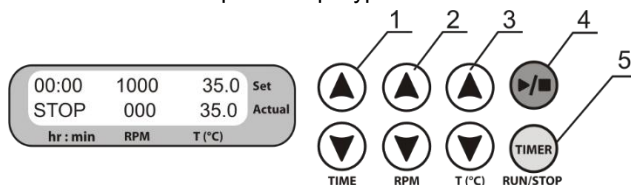

Рисунок 3. Панель управления
5.5.1. **Установка времени (TIME).** С помощью соответствующих кнопок ▼ и ▲ TIME (рис. 3/1), установите необходимый интервал времени в часах и минутах (шаг 1 мин.).
5.5.2. **Установка скорости (RPM).** С помощью соответствующих кнопок ▼ и ▲ RPM (рис. 3/2), установите необходимую скорость (шаг 10 об/мин).
5.5.3. **Установка температуры (T, °C).** С помощью соответствующих кнопок ▼ и ▲ T (°C) (рис. 3/3), установите необходимую температуру (шаг 0,1°C).
5.6.2. Нажмите кнопку ►/■ **RUN/STOP** (рис. 3/4). При этом начинается движение платформы и таймер начнет отсчет установленного интервала времени (с точностью до 1 мин.).
5.8. При необходимости, можно перезапустить таймер во время его работы. Для этого дважды нажмите кнопку **TIME RUN/STOP** (рис. 3/5), первый раз для остановки таймера, второй — для повторного запуска.